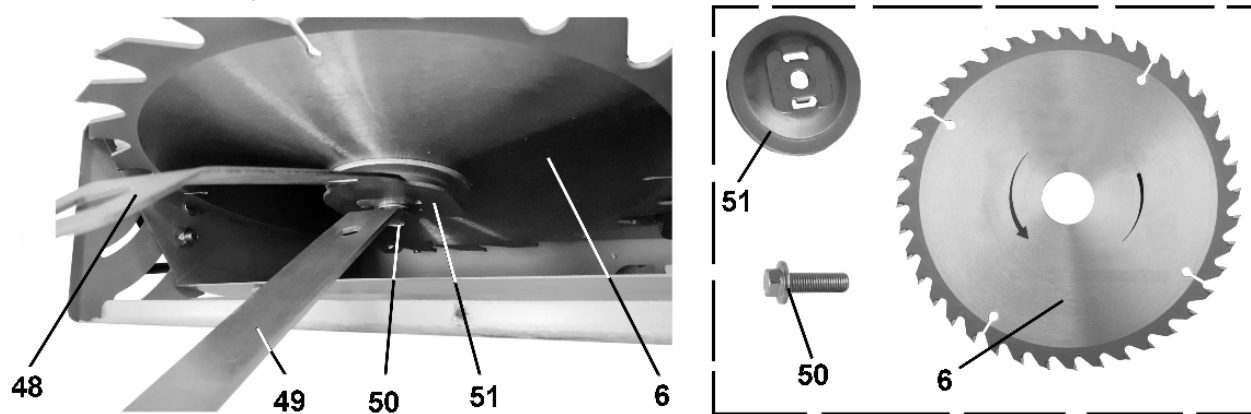

Рис. 13
14.2. Замена пильного диска, Рис.13
14.2.2. Как показано на рис.13, установите ключи (48 и 49). Удерживайте ключ (48), ключом (49) **в направлении по часовой стрелке выкрутите болт (50).**